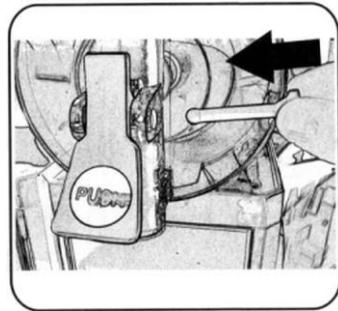

Fig. 42
6. Introduzca el pasador de fijación de la palanca como se indica en la Fig. 42.